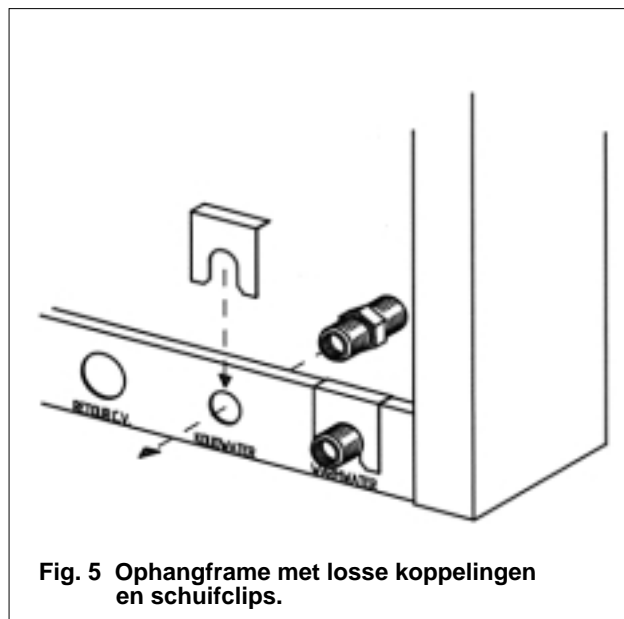

Fig. 5 Ophangframe met losse koppelingen en schuifclips.
verwijderbare afsluitingen (zg. knockouts) voor de doorvoer van lucht toevoer en/of verbrandingsgasafvoerleidingen. Verwijder alleen de benodigde knockouts. Wanneer het ophangframe geplaatst is kunnen eventueel alle leidingen reeds voormonteerde worden. De aansluitkoppelingen hiervoor zijn los bijgeleverd en kunnen desgewenst vooraf voorzien worden van aansluitknieën en daarna met de schuifclip in het frame bevestigd worden. (zie fig. 5)
5. Draai de wartels van de verschillende aansluitpunten van het toestel op de nippels van het aansluitframe met een passende sleutel vast. De aansluitnippels van het frame alsmede 5 schuifclips zijn los meegeleverd in de verpakking van het frame. Voor montage hiervan zie pagina 3 rechtsonder + fig. 5.
7. Draai de wartels van de aansluitpunten van het toestel op de nippels van de aansluitstrip met een passende sleutel vast. De aansluitnippels van het frame alsmede 5 schuifclips zijn los meegeleverd in de verpakking van het frame. Voor montage hiervan zie pagina 3 rechtsonder + fig. 5.